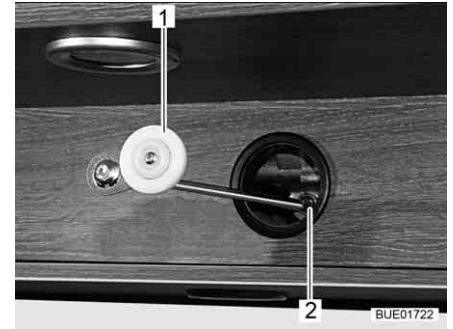

Bild 123 Mekanisk betjäning, drev
- Stick den medföljande veven (Bild 123,1) eller insexnyckeln i hållaren vid motorn (Bild 123,2).